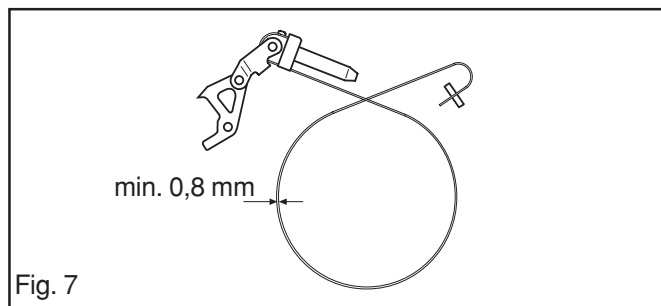

Fig. 7
L'épaisseur de la bande de frein ne doit en aucun endroit être inférieure à 0,8 mm. Voir la fig. 7.
1. Monter l'articulation avec la bande de frein. Voir la fig. 7.